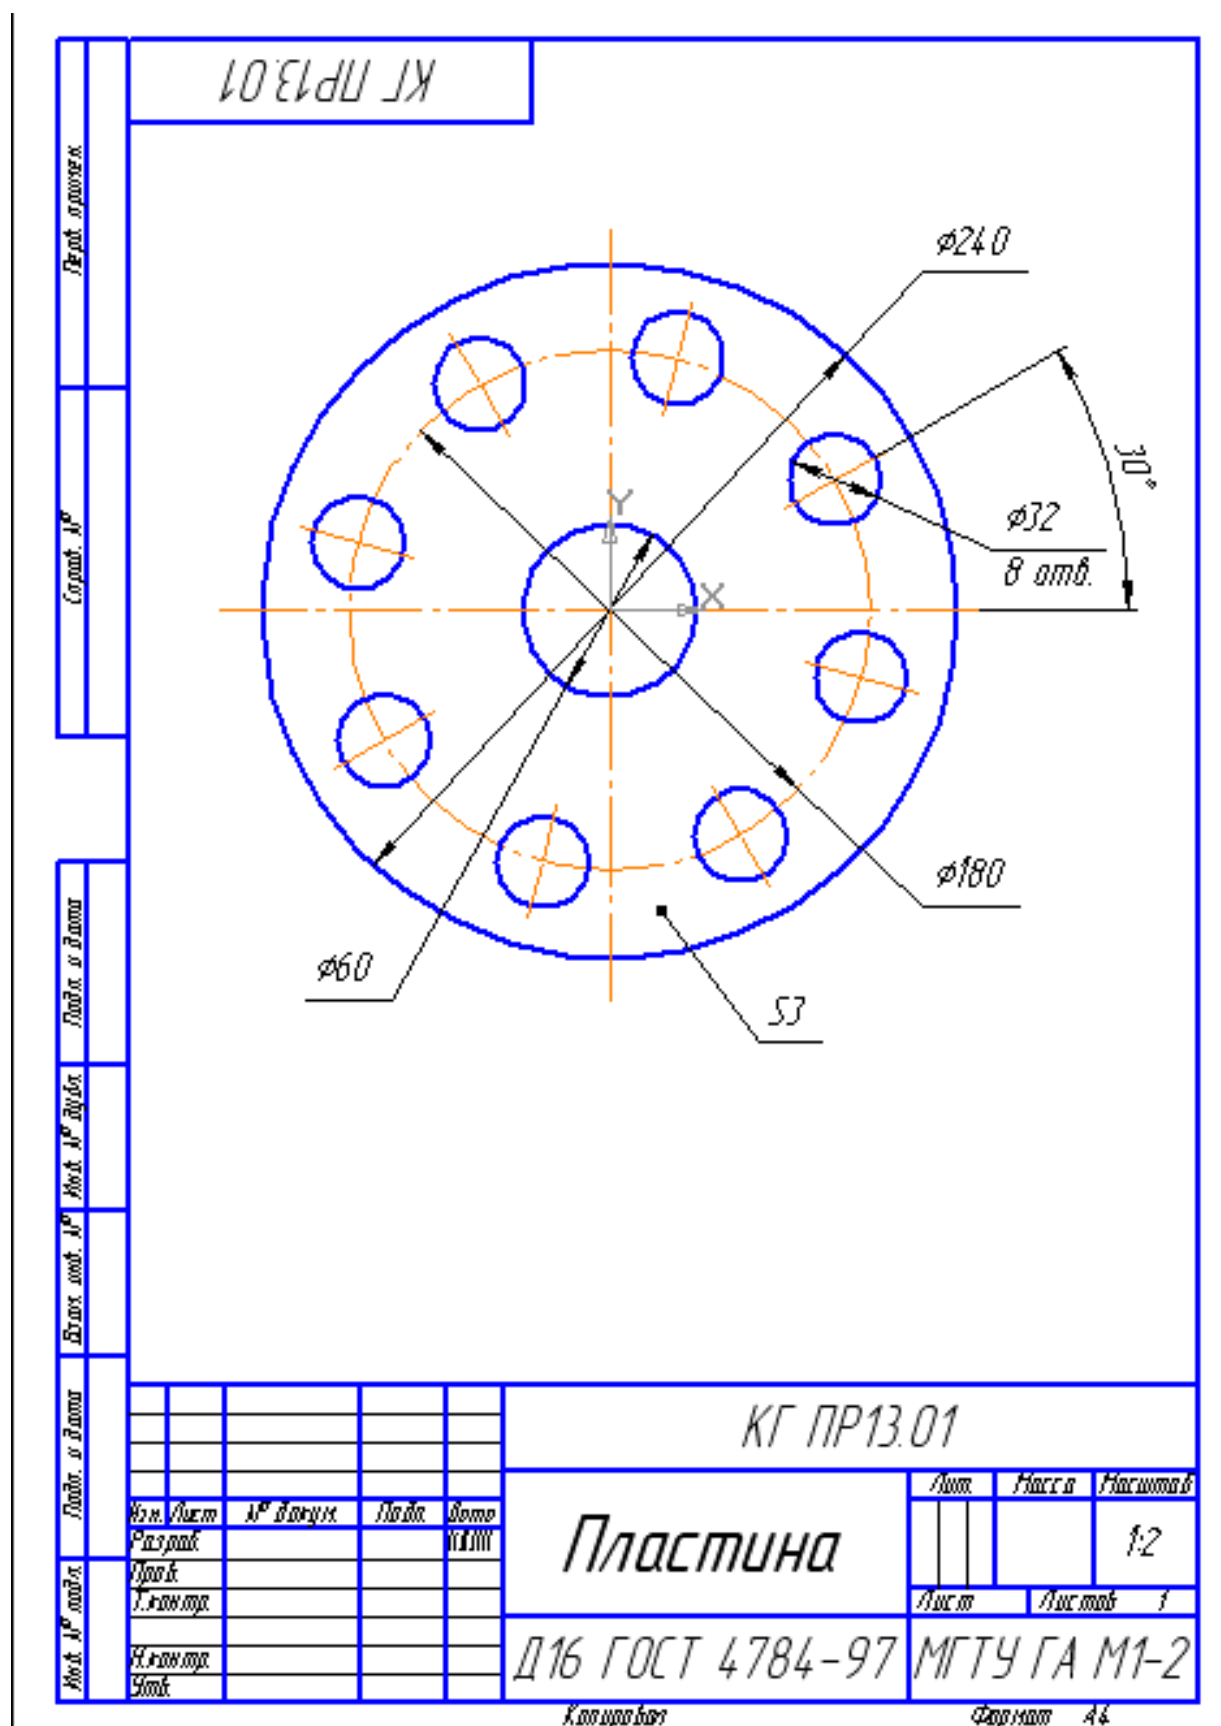

Рис. 1
Задание. Выполните чертеж, рис. 1. Проставьте размеры. Формат А4. Выполните пространственную модель.
7. Заполните основную надпись, рис. 1.